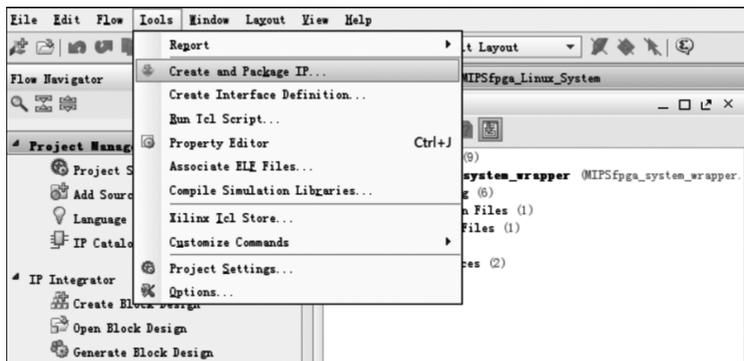

图 3-1 选择 Tools→Create and Package IP 菜单命令
- (1) 启动 Vivado,打开 MIPSfpga\_CustomIP 工程(因为只修改了该工程的文件夹名称,因此该工程的名称仍然是 MIPSfpga\_axi4),然后选择 Tools→Create and Package IP 菜单命令,如图 3-1 所示。